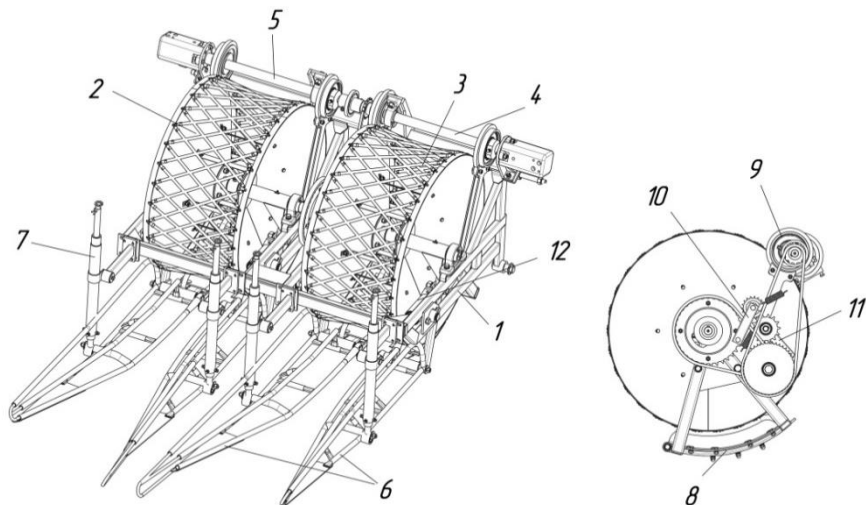

Рисунок 6 – Аппарат срезающий
**3.5 Аппарат срезающий** (рисунок 6) осуществляет срезание капусты, подрезку розеточных листов и подачу срезанной капусты на транспортёр. Он представляет собой сварную раму 1 на которой установлены остальные узлы: два барабана 2,3 с приводными валами 4,5, лыжи 6 для направления кочанов капусты, качалки с ножами 8 и привод барабанов. Привод качалок с ножами 8 осуществляется от двух гидромоторов, расположенных по концам валов 4,5, через эксцентрики 9, что придает ножам возвратно-поступательное движение, необходимое для срезания. Лыжи 6, шарнирно соединенные с качалками совершают те же движения, что и качалки. Провод барабанов осуществляется от этих же гидромоторов, но через две цепные передачи. Для натяжения цепей применяются два натяжника 10 и 11.